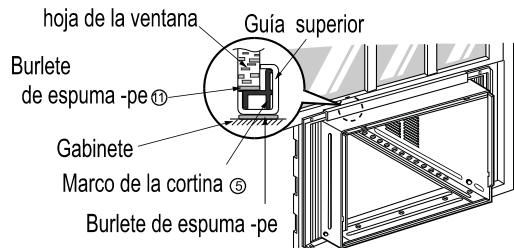

Fig. 2
2. Tire la hoja inferior de la ventana detrás de la guía superior hasta que se encuentren. Fig. 2
**NOTA:** No tire hacia abajo la hoja de la ventana de un modo que impida el movimiento del marco de la cortina. ⑤